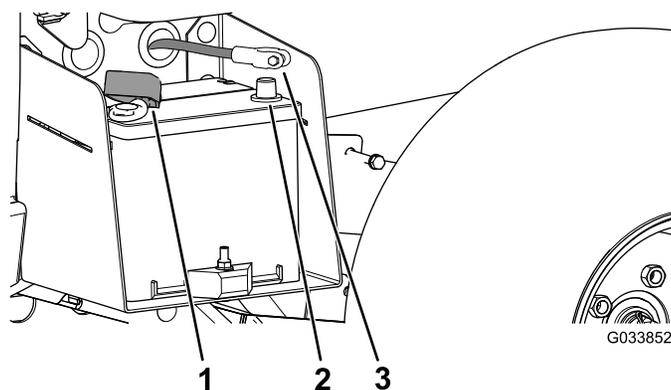

Рисунок 5
3. Подсоедините положительный кабель (красный) к положительной клемме (+) аккумуляторной батареи и закрепите соединение болтами и гайками (Рисунок 5).